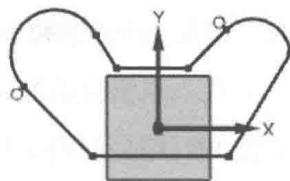

图 1.3.2 草图轮廓
Step2. 选择下拉菜单 **插入(I)** → **在任务环境中绘制草图(U)** 命令，选择 XY 平面为草图平面，单击 **确定** 按钮，系统进入草图环境。选择下拉菜单 **插入(I)** → **曲线(C)** → **U** 轮廓(O) 命令，绘制图 1.3.2 所示的草图轮廓。